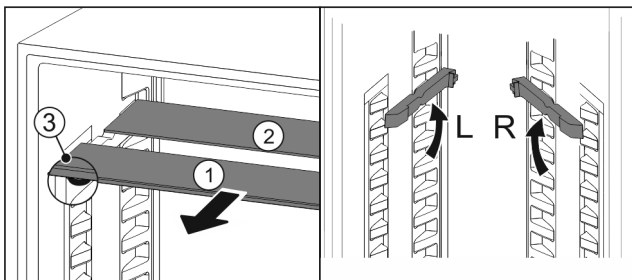

Fig. 18
- ▶ Издърпайте Fig. 18 (1) поотделно стъклените плочи напред.
- ▷ Стъклената плоча Fig. 18 (1) с декоративната лайстна е отпред.
- ▷ Ограничителите Fig. 18 (3) сочат надолу.